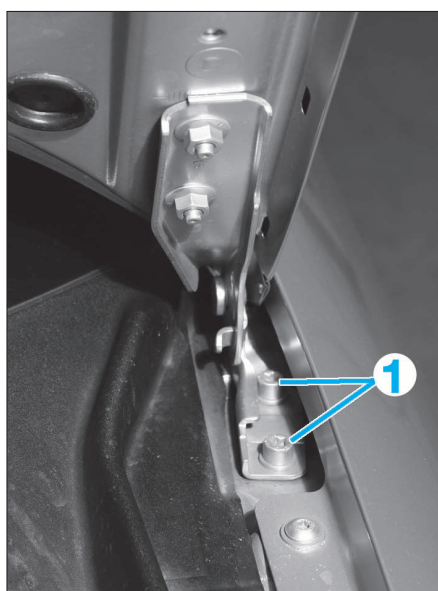

FIG. 11
- Desserrer, sans les déposer, les vis de fixation (1) du capot moteur de chaque côté (Fig.11).